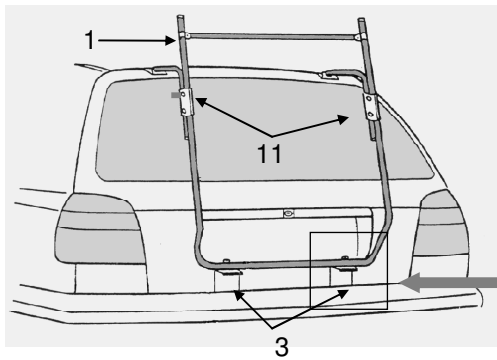

Abb. 4.2.
4. Befestigen Sie die Gummiformteile (24) an den unteren Montageelementen. Bei einigen Montageelementen wurden bereits werkseitig Lackschutzfolien eingeklebt, die keinesfalls entfernt werden dürfen (die Form kann von den abgebildeten Winkeln abweichen). Hängen Sie die Elemente in die leicht geöffnete Heckklappe ein siehe Abb. 4.1, bzw. schieben Sie die obere Platte hinter das Kennzeichen siehe Abb. 4.2. Richten Sie die unteren Montageelemente (3) so aus, daß die Vierkantstanzungen der unteren Montageelemente (3) genau unter den Bohrungen des Trägerrohres liegen.
5. Verbinden Sie die unteren Montageelemente (3) mit dem Trägergestell (1). Hierzu ziehen Sie das Trägergestell herunter und zu sich heran, bis sich die Bohrung im Trägerrohr genau in der Flucht der Vierkantstanzung der unteren Montageelemente befindet. Führen Sie nun die Spannschrauben (14) durch die Öffnungen der Montageelemente und Trägerrohr (Achten Sie darauf, daß der Vierkant der Schraube richtig in der Stanzung des Montageelements sitzt). Drehen Sie nun die Rändelmutter (13) so weit an, bis das Trägerrohr auf den unteren Montageelementen (3) aufliegt. Hierdurch wird der Träger verspannt und erhält seine Stabilität. Jetzt werden die Mutter (11) an den Klemmbacken (8) fest angezogen. Die Mutter dürfen bis max. 11 Nm angezogen werden.